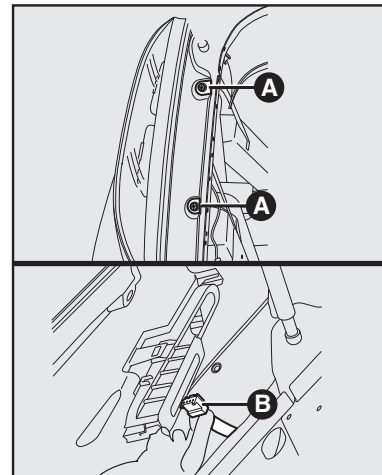

fig. 23
## GRUPOS ÓTICOS TRASEIROS - fig. 23 e fig. 24
- Retirar os parafusos de fixação **A-fig. 23**;
- Desconectar o conector elétrico **B-fig. 23** e remover o grupo óptico;